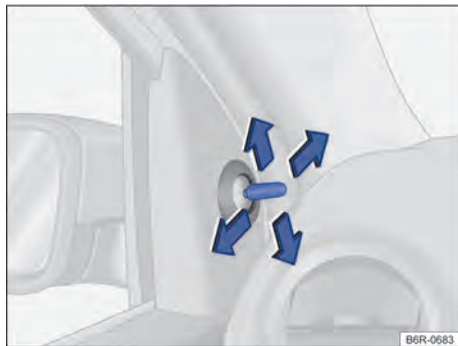

Fig. 77 En las puertas delanteras: mando de ajuste de los espejos retrovisores exteriores mecánicos.
- Mover el botón de ajuste en el revestimiento de las puertas delanteras → fig. 77.